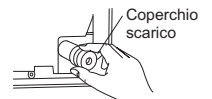

Fig. 1
- 1) Unire la tubazione del refrigerante e il tubo di scarico, quindi applicare il nastro di feltro (4) partendo dall'estremità. La larghezza di sovrapposizione del nastro di feltro (4) deve essere 1/3 della larghezza del nastro stesso. Utilizzare un fermo per bande all'estremità del nastro di feltro (4).
- 2) Rimuovere il coperchio dello scarico posizionato sul lato posteriore destro dell'unità interna. (Fig. 1)